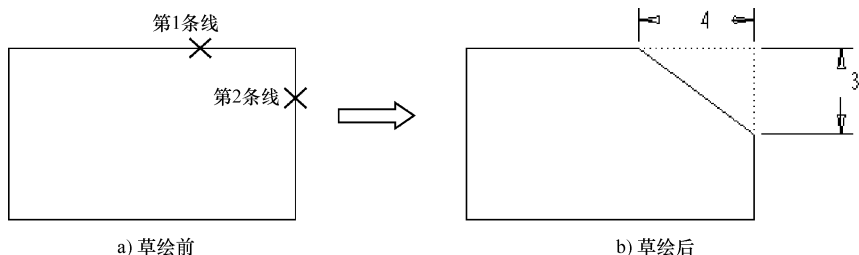

图 3-34 倒角
【例 3-19】完成倒角, 如图 3-34 所示。
- (1) 单击【草绘器工具】工具栏中的【倒角】按钮, 使其处于按下状态。
- (2) 在图形区第 1 条线上“x”标志处单击, 拾取第 1 条线, 如图 3-34 所示。
- (3) 在图形区第 2 条线上“x”标志处单击, 拾取第 2 条线, 如图 3-34 所示。
- (4) 若继续草绘倒角, 执行步骤 (2)~步骤 (3), 否则执行步骤 (5)。
- (5) 单击鼠标中键, 结束草绘倒角操作, 回到选择状态。